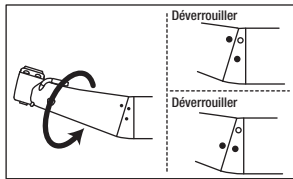

Fig. 11
- 3) Aligned la marque ● sur la tête avec la marque ○ (déverrouiller) sur la lime pour insérer la tête jusqu'à ce qu'elle soit en contact avec la lime. (Fig.11)